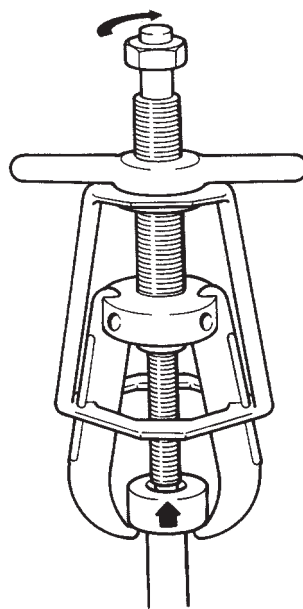

Рис. 4
6. Убедитесь, что центр съемника совмещен с центром вала, на котором находится снимаемая деталь. Используя только ручные инструменты, затягивайте центральный болт. При этом к снимаемой детали будет прикладываться усилие для ее снятия. (См. рис. 4.)